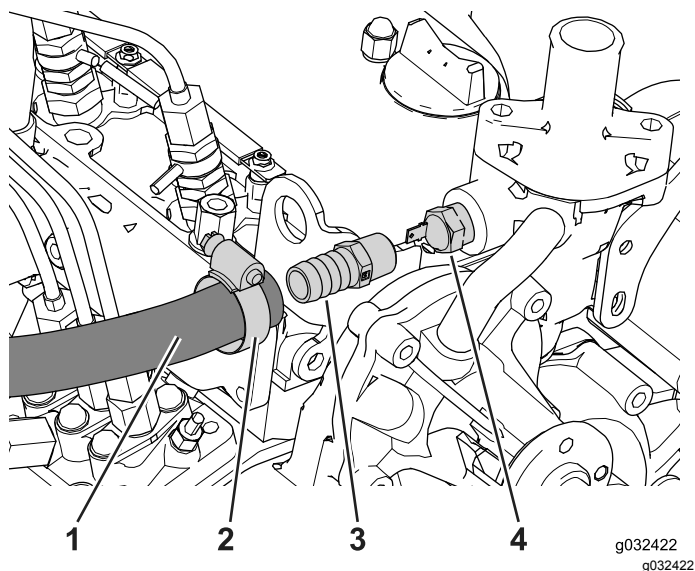

図 20
2. 温度センサーの配線を外してセンサーを取り外す 図 20。
6. ホースの端部にホースクランプを嵌める 図 20。
7. 図 20 のように、ストレートフィッティングにホースに接続し、クランプ 1/2" - 1 1/4" で固定する。